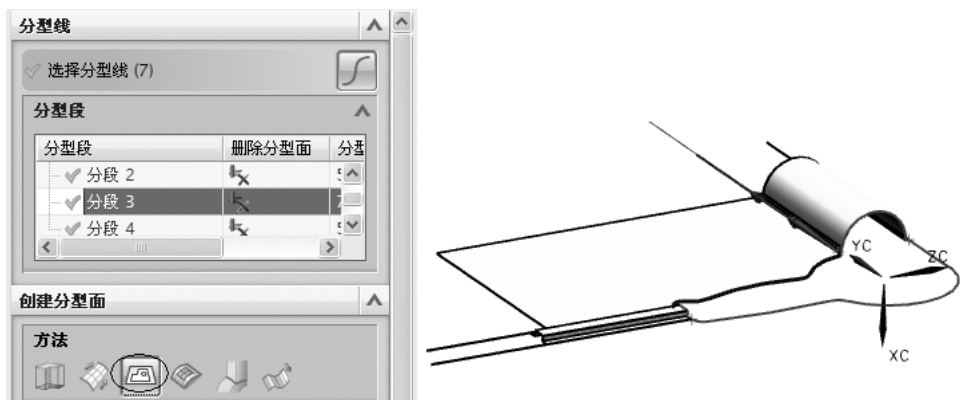

图 10-31 分段 3 创建分型面
(11) 对分段 3 采用有界平面的方法, 创建分型面, 如图 10-31 所示。